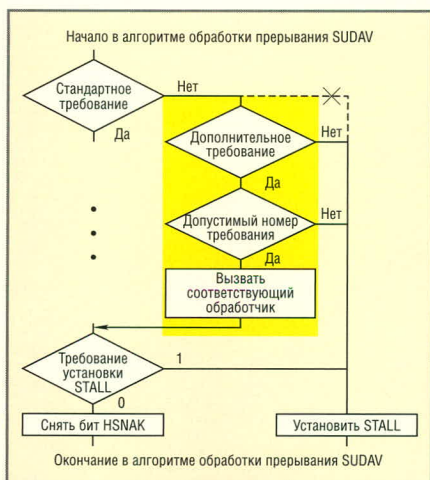

Рис. 1. Изменение алгоритма обработчика SUDAV для поддержки дополнительных требований
Теперь для того, чтобы наше ядро поддерживало дополнительные требования, изменим разработанный ранее алгоритм, и в разрыв ветви для нестандартных требований включим дополнительные действия по анализу и обслуживанию прочих допустимых требований (см. рис. 1). Хочу обратить внимание, что допустимыми могут быть и требования класса, но это уже определяется назначением USB-устройства.
*Файл `intusb.asm`.* Выполним доработку обработчика прерывания SUDAV в соответствии с алгоритмом, представленным на рис. 1. Вызовы подпрограмм обслуживания дополнительных требований зададим в неявном виде, что позволит в будущем легко изменять набор поддерживаемых требований, не возвращаясь при этом к тексту обработчика SUDAV. Итак, нам предстоит отредактировать следующий участок кода программы: